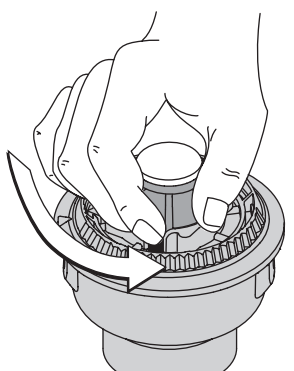

Fig. 25
1. Sostenga la bobina exterior y desenrosque la perilla percusiva en sentido antihorario (Fig. 25).